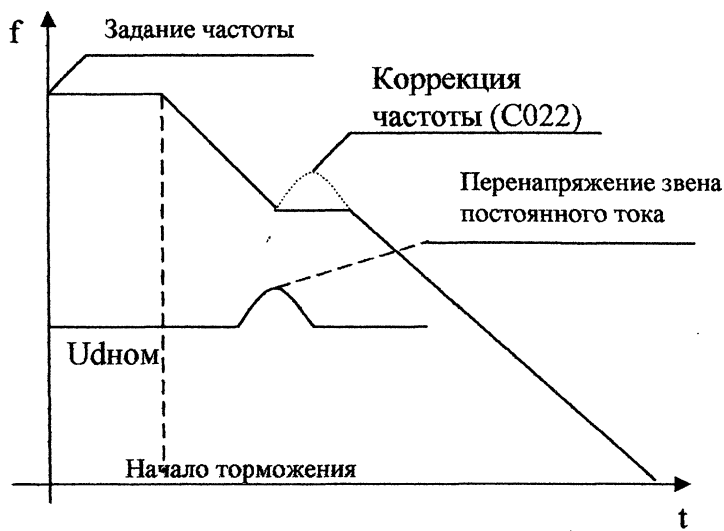

Рисунок 4
- 1) корекцією U_d за рахунок «підкидання» частоти (рисунок 4);